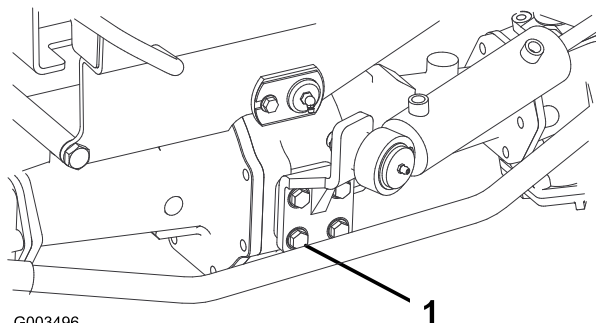

Figura 64
2. Serrate i 4 bulloni del supporto del cilindro di sterzo (Figura 64) a 65-81 N·m.